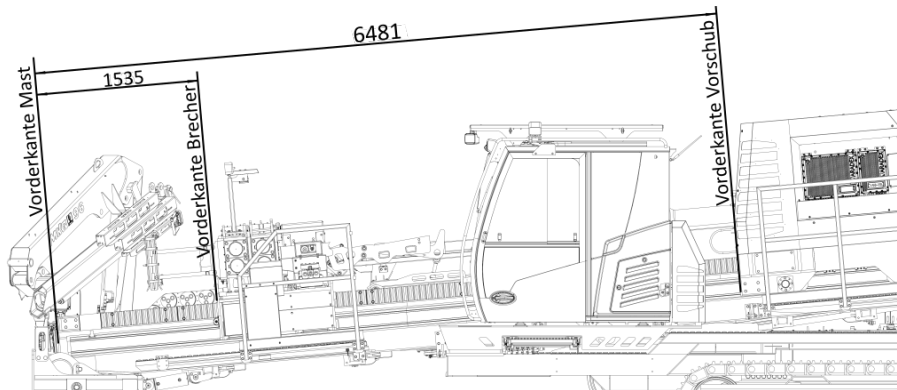

Abb. 7-9: Parkposition
8. Bringen Sie den Vorschubschlitten auf das Maß siehe Abb. 7-9 Parkposition Seite 82.